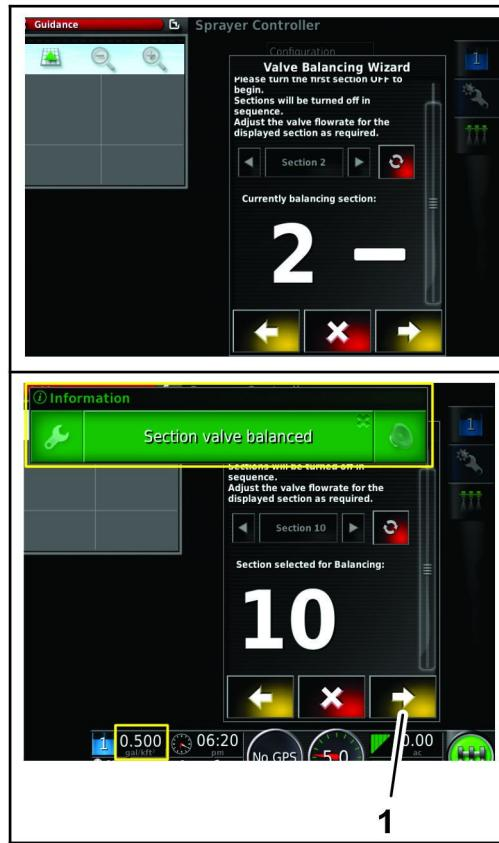

Figura 59
6. Repita los pasos 4 y 5 con las válvulas de sección 2 a 10 (Figura 59).
7. Cuando todas las válvulas de sección estén equilibradas, seleccione el ícono de siguiente (Figura 59).